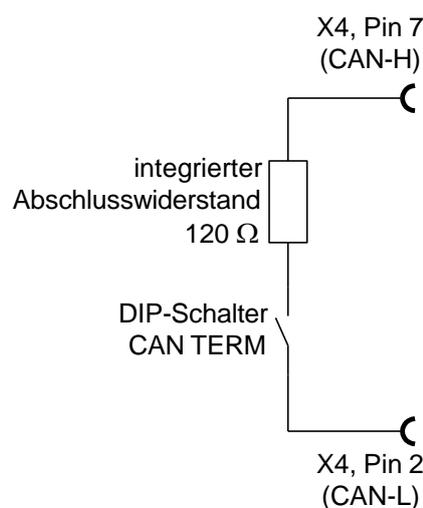

Abbildung 24: Integrierter CAN-Abschlusswiderstand
- An beiden Enden des CAN-Bus-Kabels muss jeweils genau ein Abschlusswiderstand von $120\Omega \pm 5\%$ vorhanden sein. Der Servopositionierregler SE-Power FS verfügt bereits über einen integrierten Abschlusswiderstand, der mittels dem frontseitig angebrachten DIP-Schalter „CAN TERM“ aktiviert/deaktiviert werden kann (siehe *Abbildung 6*, *Abbildung 7* und *Abbildung 24*).